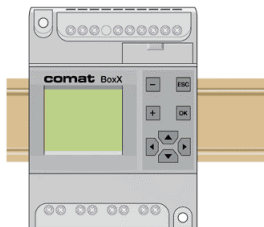

Fig. 2.1
1. A encliqueter sur rail DIN (voir figure 2.1.)